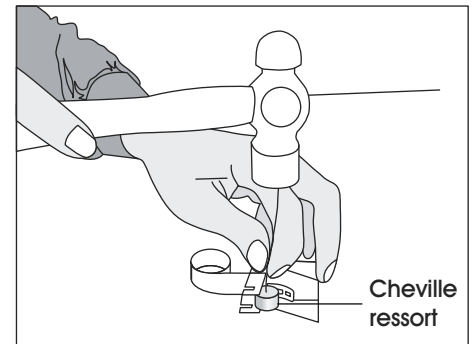

Figure 26
7. Retirez la cheville ressort à l'aide d'un marteau et d'une tige droite de 4 mm. (Voir Figure 26)